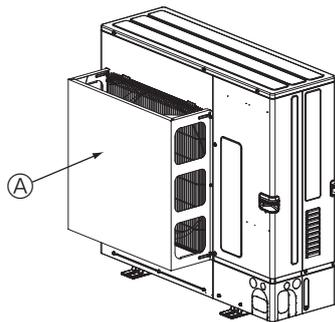

Fig. 2-5
- ② Τοποθετήστε έναν προαιρετικό οδηγό αέρα, αν πρόκειται να εγκαταστήσετε τη μονάδα σε σημεία όπου υπάρχει το ενδεχόμενο να φυσούν απευθείας στο στόμιο εξαγωγής του αέρα πολύ δυνατοί άνεμοι κτλ. (Fig. 2-5)